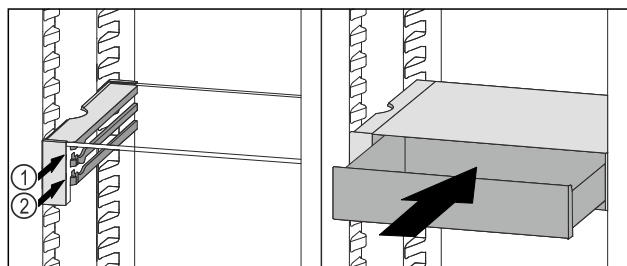

Fig. 95
- 将 VarioSafe 抽屉放置在所需肋梁 Fig. 95 (1) 或 Fig. 95 (2) 上的止挡器后面。